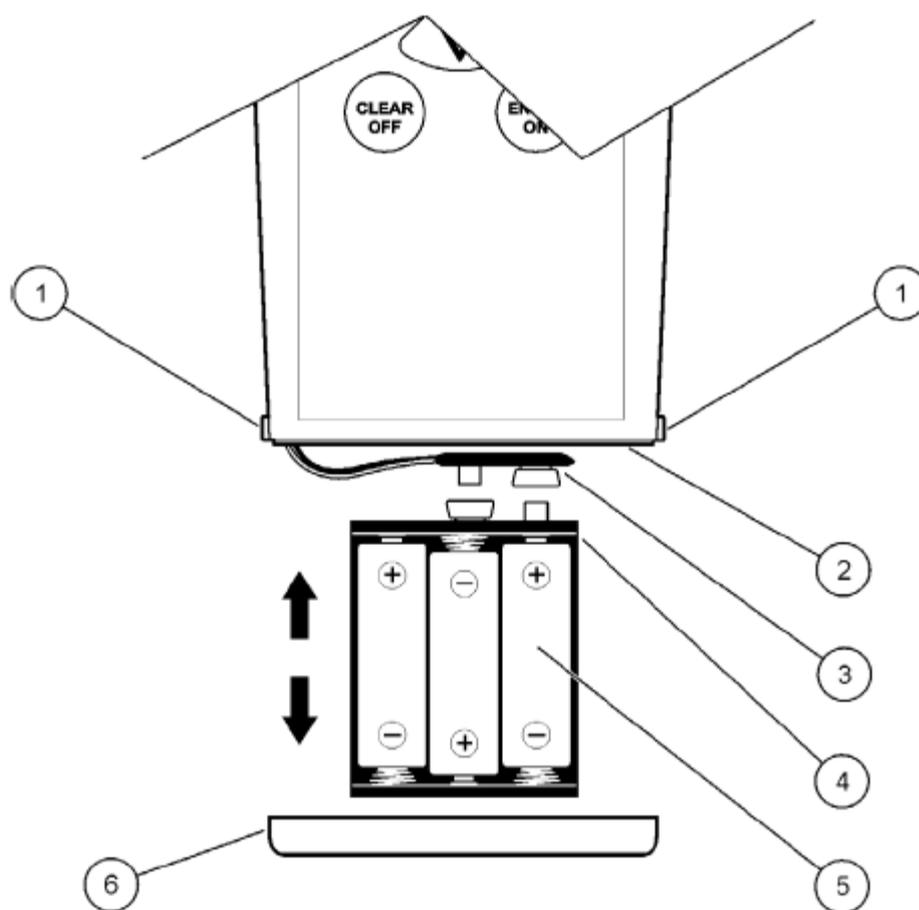

图 2：插入电池
仪器是使用 6 节可充电的电池或标准电池操作的 (NiMH 或碱性电池)。(图 2)。
- 2、将电池支架从电池室中取出来 (图 2)。